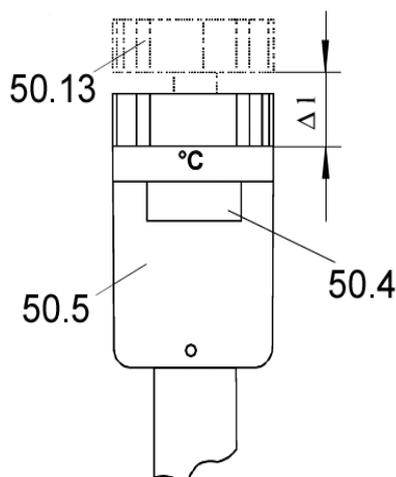

Fig. 7:
Cet état est perceptible par le soulèvement du bouton de réglage (pos. 50.13) du corps (pos. 50.5) (Fig. 7). Dans ce cas attendre impérativement l'équilibrage de la température, avant de continuer à procéder au réglage. Un déclenchement fréquent du protecteur thermique réduit la longévité du thermostat !